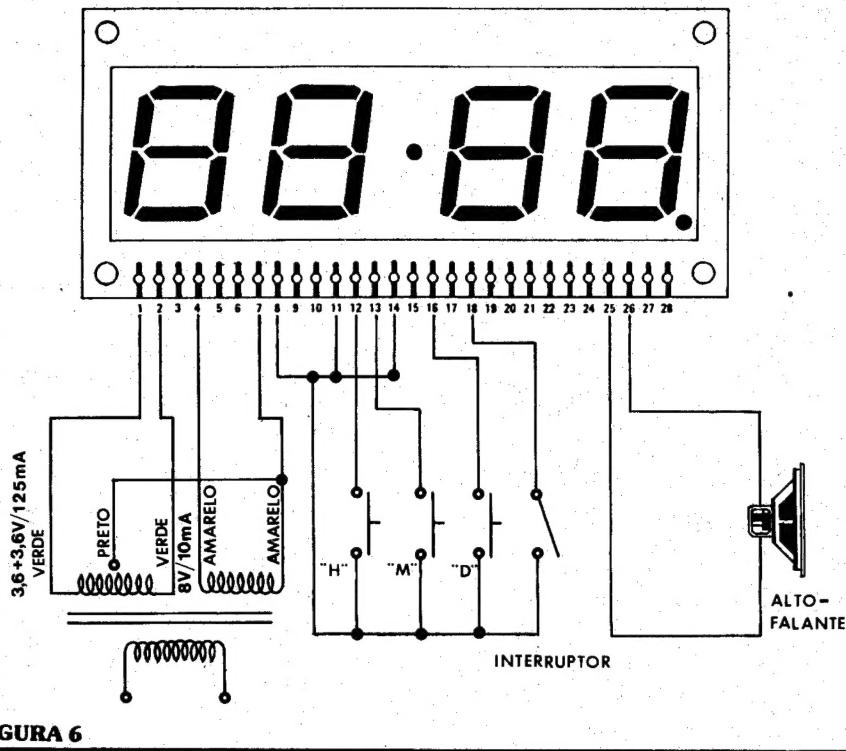

FIGURA 6
**1.ª opção: despertar contínuo** — O circuito relativo a esta opção aparece na figura 6. Baseando-se nessa figura, siga as instruções de montagem que vêm a seguir: